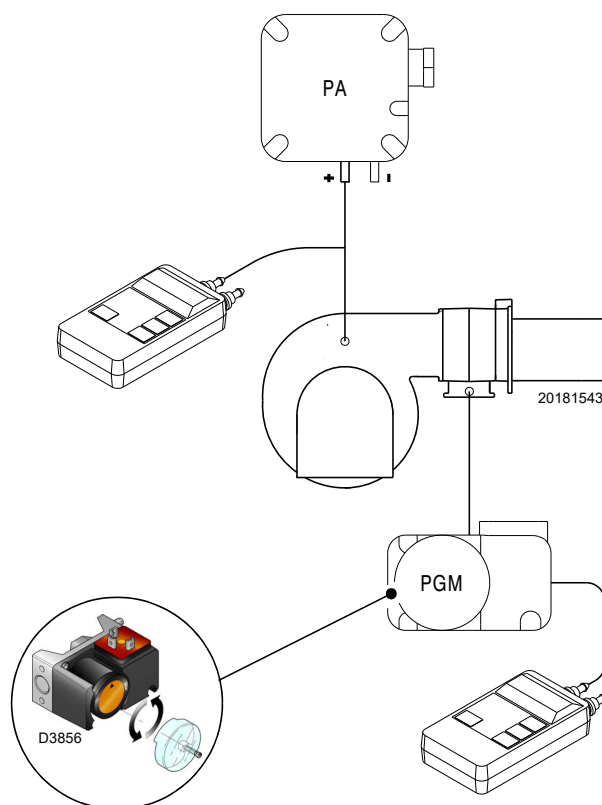

Fig. 30
- Régler le pressostat gaz maximum (Fig. 30 à la page 35) en fin d'échelle.
Effectuer le réglage du pressostat gaz seuil maximum (Fig. 30) après avoir effectué tous les autres réglages du brûleur avec le pressostat gaz seuil maximum réglé en fin d'échelle.